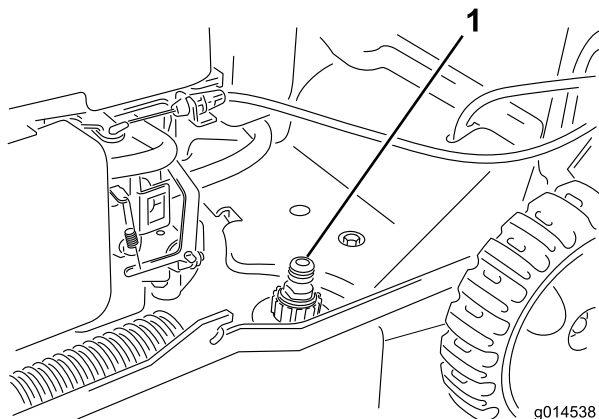

Bild 29
3. Befestigen Sie einen Gartenschlauch, der an einen Wasserhahn angeschlossen ist, am Wasseranschluss (Bild 29).